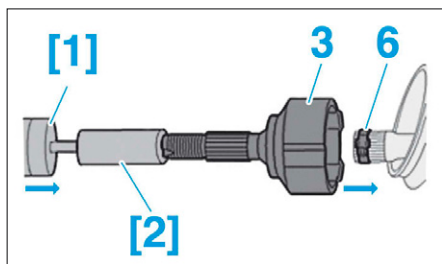

FIG. 10
- Reposer le joint homocinétique (3) sur l'arbre à l'aide des outils [1] et [2] (Fig.10)
- Déposer le collier (6).